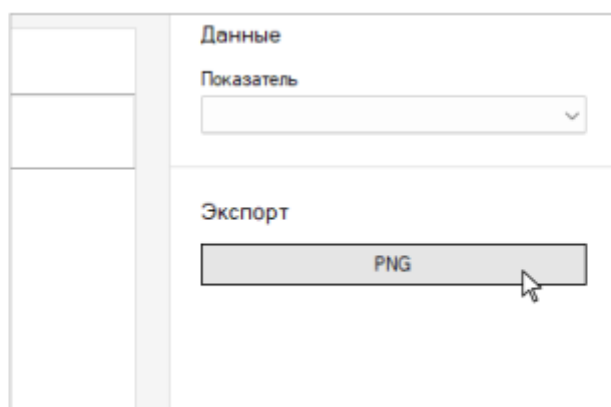

Рисунок 8.8.3.1
- нажав кнопку **PNG** (см. Рис. 8.8.3.1)